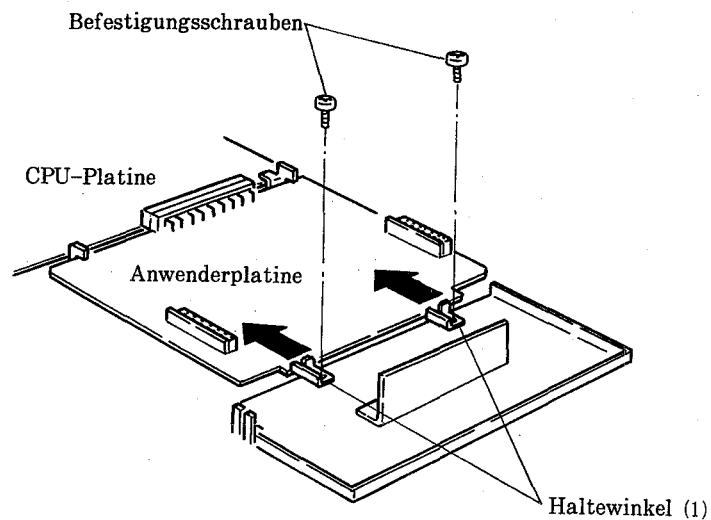

Abb. 10
- c) Den Haltewinkel (1) mit den Befestigungsschrauben (2 Stück) anbringen (siehe Abb. 10).